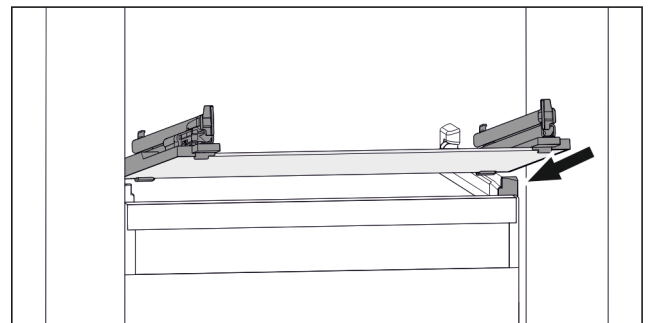

Fig. 69 Representación de la placa de vidrio a modo de ejemplo
- ▶ Coloque la placa de vidrio inclinada detrás de los topes. (consulte Fig. 69)